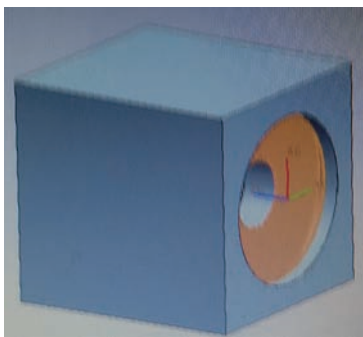
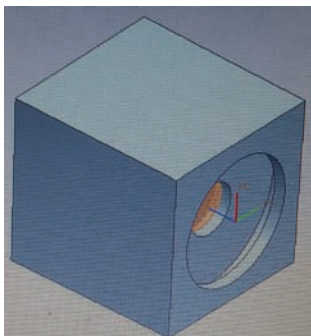

图 10
图 11
(4) 在大正方体工件面1上扩孔、切槽：①如图10所示，扩直径18 mm的孔至直径26mm，圆孔深度2.5mm。②车内圆槽深3mm、槽宽3.5mm，即内圆槽直径32mm。形成中正方体工件端面1。③如图11所示，将直径8mm的孔扩至直径12mm，圆孔深度2.5mm。④车内圆槽深3mm、槽宽3.5mm，即内圆槽直径18mm。形成小正方体工件端面1。⑤孔口及切槽口倒角。
(5) 同理，依次在大正方体工件面2、3、4、5上钻孔、扩孔、切槽，形成中、小正方体的面2、3、4、5。
(6) 用玻璃胶对已经加工面1、2、3、4、5的孔进行填充，为